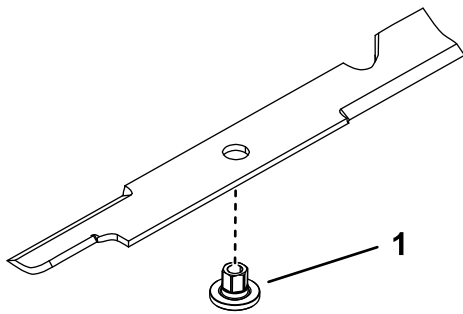

Figura 8
1. Instale o casquilho através da lâmina com a flange do casquilho na parte inferior (relva) da lâmina (Figura 8).